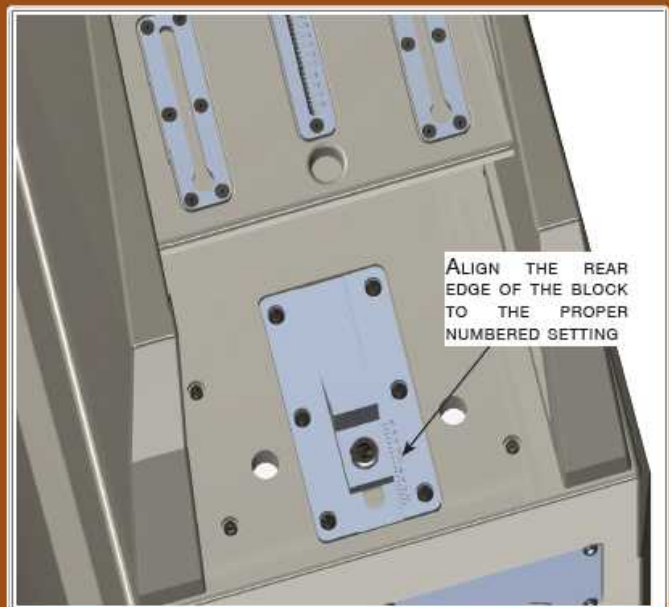

FIGURE 9 - SLIDE THE ALIGNMENT BLOCK TO ITS PROPER POSITION
2. 「リスニングポジションとスピーカーとの距離」と「耳の高さ」をセクション 8 の「プロパゲーション・ディレイ・テーブル」の表[Number 1]に当てはめて得られた「ブロックの位置」に合わせて、ウーファーモジュール天面の「ブロック」を動かし固定する。(Figure9参照。固定にはツールキットの3/8"六角ドライバーを使用)